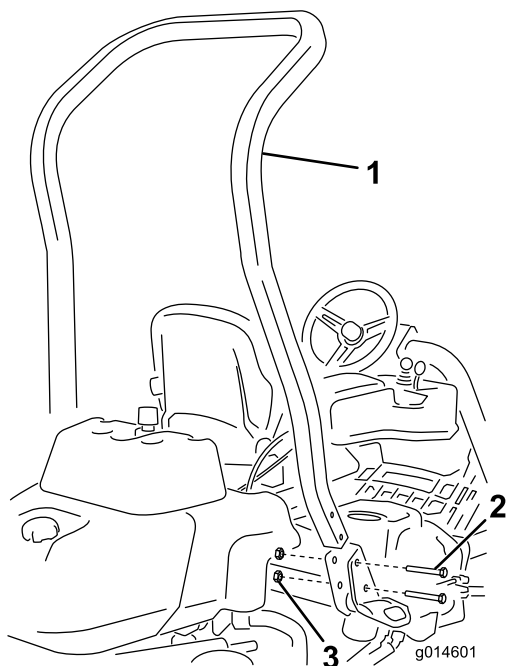

Рисунок 3
3. Установите защитную дугу в гнезда на каждой стороне машины, используя 4 болта (½ x 3¾ дюйма) и 4 фланцевые гайки (½ дюйма), как показано на Рисунок 3.